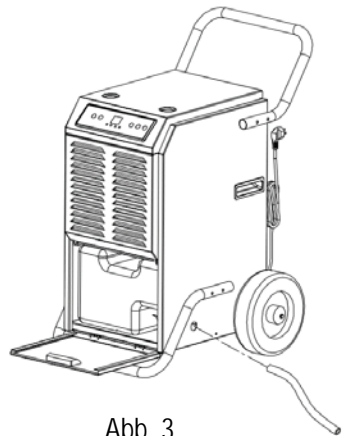

Abb. 3
- Den Ablaufschlauch durch die Öffnung aus dem Gerät in einen externen Behälter, in den das Kondensat abgeleitet wird, herausführen (*siehe Abb. 3*).